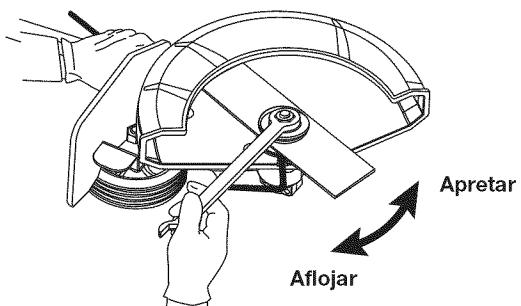

Fig. 8
3. Mientras sostiene la varilla de traba, afloje la contratuerca girándola **en el sentido de las agujas del reloj** con una llave de 13 mm (Fig. 8).
8. Mientras sostenga la varilla de traba, apriete la contratuerca girándola **en sentido contrario a las agujas del reloj** (Fig. 8). Cerciórese que la cuchilla de la bordeadora quede plana y centrada en relación con el eje de salida cuando apriete la contratuerca.